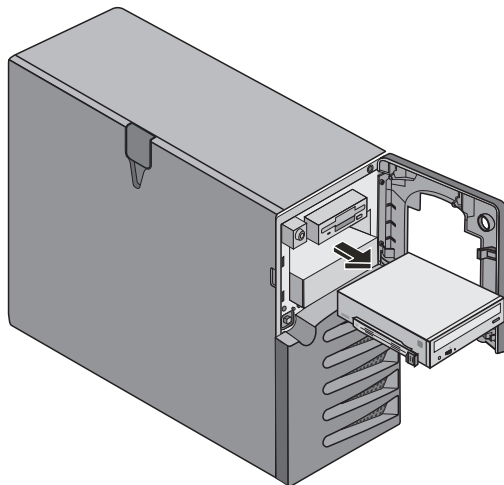

Abbildung 2-6: Entfernen des CD-ROM-Laufwerks
5. Drücken Sie die beiden Riegel des Laufwerks nach innen, fassen Sie das Laufwerk an den Seiten, und ziehen Sie es vorsichtig aus dem Gehäuse (siehe Abbildung 2-6).